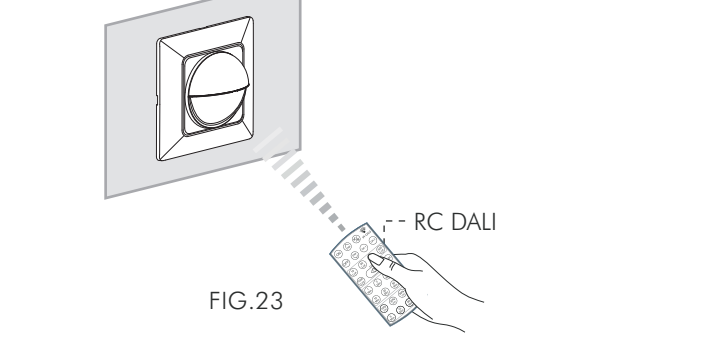

FIG.23
6.1 Para las operaciones de ajuste fáciles y seguras, se recomienda comprar nuestro control remoto por infrarrojos de alta calidad RC DALI junto con KDP-DALI-04 (Ver FIG.23).